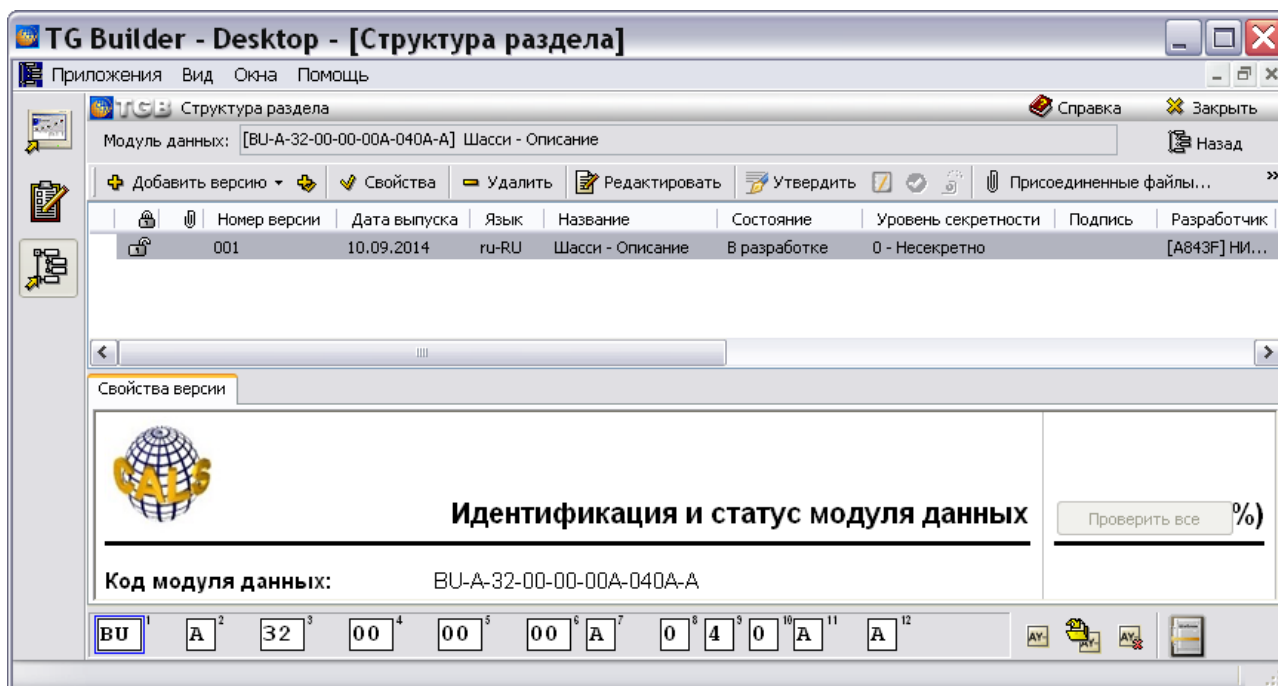

Рис. 19.10
1. В окне **Добро пожаловать** откройте назначенную задачу. После этого появится окно **Просмотр задачи** (Рис. 19.10).
4. Войдите в редактор версий МД, щелкнув два раза левой кнопкой мыши по прямоугольнику элемента (Рис. 19.10).
Версия модуля данных, находящаяся в разработке, имеет статус «В разработке», что отображается в столбце «Состояние» (Рис. 19.10).